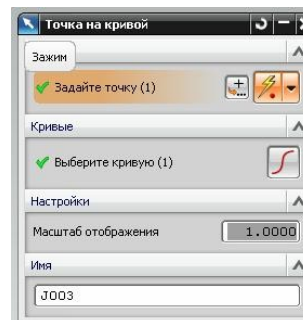

рис.62
•Могут возникать ошибки в том случае, если приложенная внешняя сила так разгонит зеленую призму (попробуйте задать векторную силы в **4 ньютона**, или увеличьте время анализа), что за отведенное время анализа призма выйдет за пределы её траектории (кривой на плите основания). В этом случае система выдаст диагностическое сообщение как на рис.62а.
рис.62а